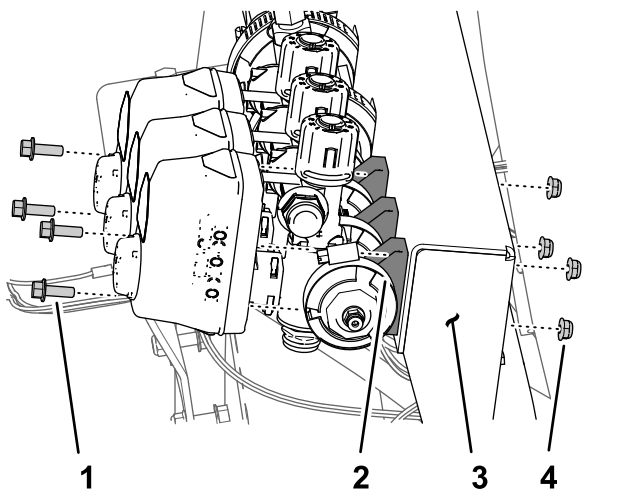

Figura 68
1. Rimuovete i 2 bulloni a testa flangiata ($\frac{1}{4}$ " x $\frac{3}{4}$ ") e i 2 dadi di bloccaggio ($\frac{1}{4}$ ") che fissano la valvola di sezione delle barre di sinistra al supporto del collettore (Figura 68).
2. Rimuovete i 2 bulloni a testa flangiata ($\frac{1}{4}$ " x $\frac{3}{4}$ ") e i 2 dadi di bloccaggio ($\frac{1}{4}$ ") che fissano la valvola di sezione delle barre di destra al supporto del collettore (Figura 68).
3. Rimuovete i morsetti flangiati da 40–64 mm ($1\text{-}9/16$ x $2\frac{1}{2}$ ") e la guarnizione da 25 x 35 mm (1 " x $1\frac{3}{8}$ ") che fissano la flangia della valvola di sezione di sinistra al riduttore (Figura 68).